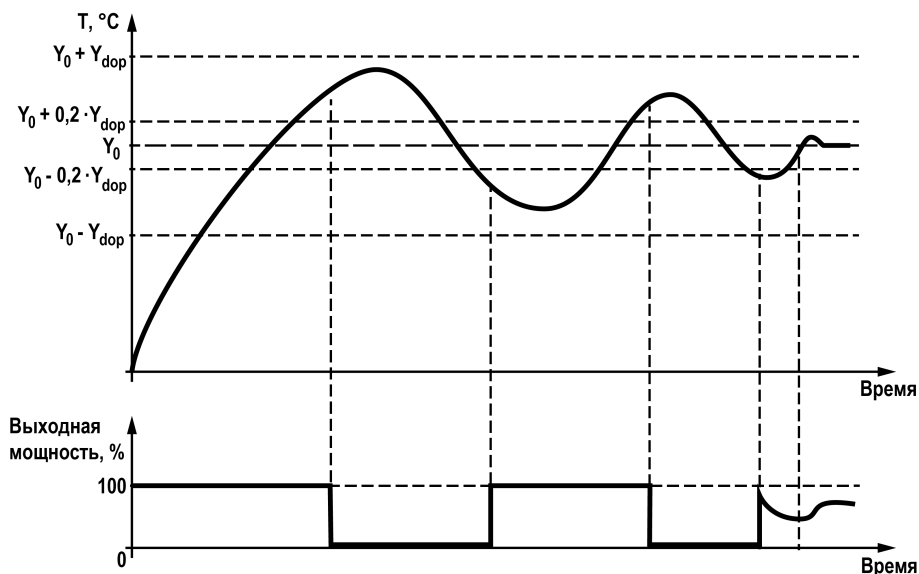

Рисунок 7.10 – Пример АНР
2. С помощью ПО «Конфигуратор ТРМ251» или кнопок на лицевой панели прибора установить значения параметров Y_0 и Y_{dop} . В процессе автонастройки регулируемая величина будет колебаться около уставки Y_0 . Параметр Y_{dop} определяет момент переключения выходной мощности двухпозиционного регулятора. Переключение происходит по достижении регулируемым параметром значения $Y_0 - 0,2 \times Y_{dop}$ и $Y_0 + 0,2 \times Y_{dop}$ с небольшим запаздыванием по времени (см. рисунок 7.10). Во время регулирования температуры рекомендуемое значение Y_{dop} находится в диапазоне 5...30 °С, оптимальное значение параметра подбираются исходя из характеристик объекта. Максимальное значение регулируемого параметра во время автонастройки может превысить $Y_0 + Y_{dop}$, что не является ошибкой алгоритма АНР.